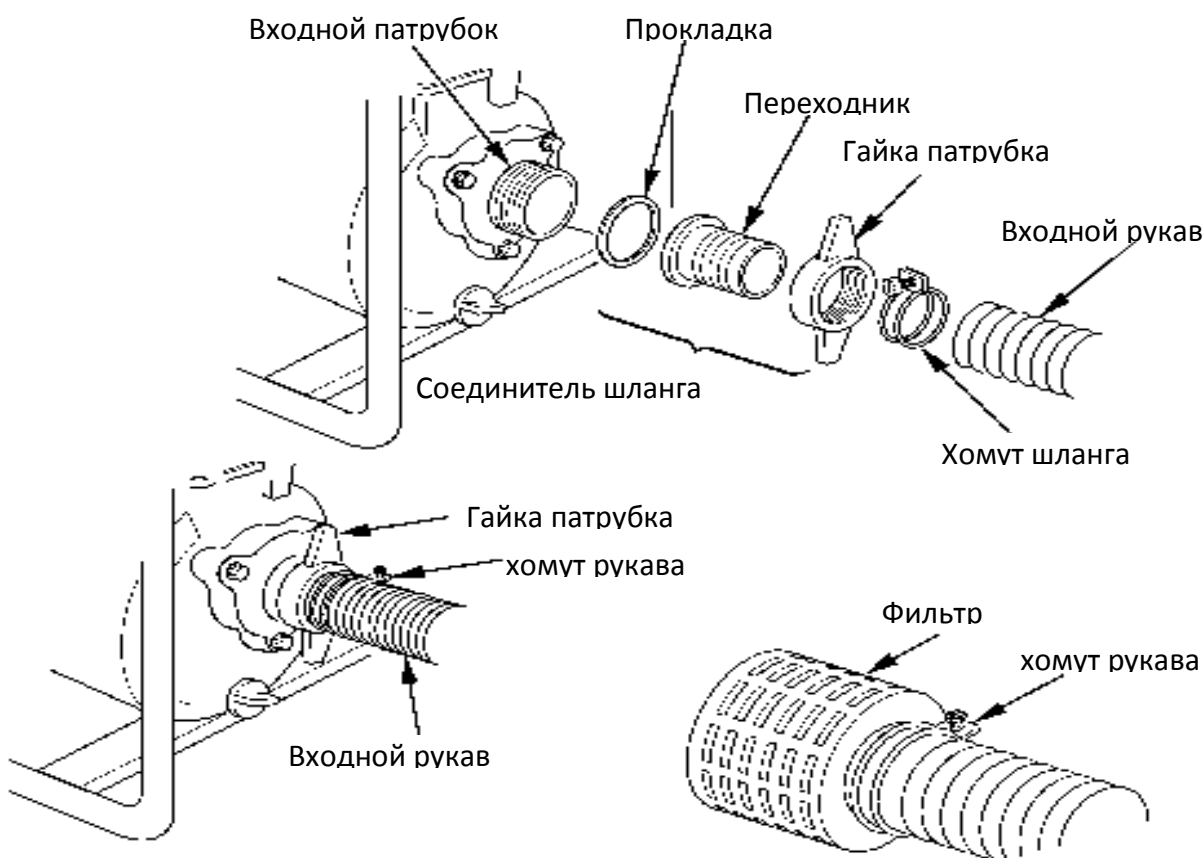

Рис.10
3. Смонтировать детали всасывающего и подающего тракта, для этого используйте имеющиеся в продаже рукава, и штатные соединители и хомуты. Необходимо использовать несминаемые(гофрированные) рукава, исключаящие «переламывание». Длина всасывающего рукава не должна превышать требуемую расчетную величину, так как от этого зависит максимальная эффективность работы насоса. Последовательность соединения показана на Рис.10